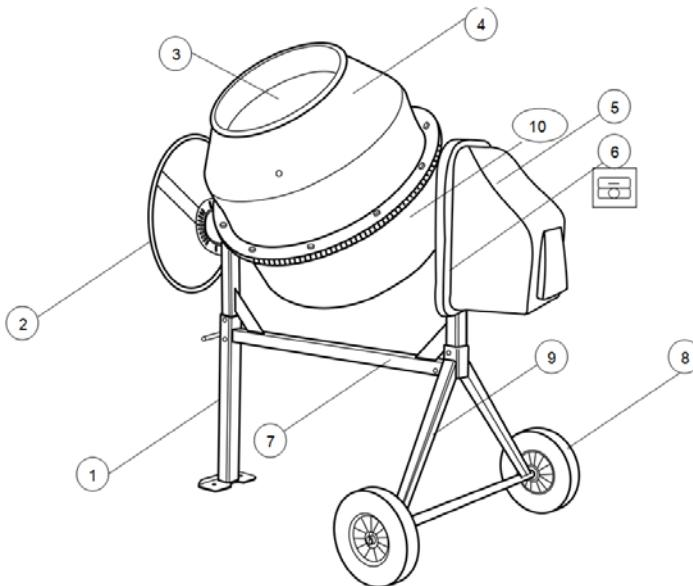

Рис.1
ОПИСАНИЕ ИНСТРУМЕНТА (рис. 1)
- Не используйте бетономешалку, если не работает выключатель (6; рис.1).
Для сборки бетономешалки рекомендуется участие 2-х человек. Распаковывая товар, убедитесь в том, что все составные части на месте. Сверьтесь со схемой агрегата на рис.1.
- 1.2. Закрутите болт M14Х30 (A; рис.2) для фиксации нижнего полубака (10; рис.1).
- 2.2. Наденьте плоскую шайбу на ось поддерживающей опоры (9; рис.1), затем наденьте колесо (8; рис.1) и еще одну плоскую шайбу.
- 3.1. Присоедините к поперечной балке (7; рис.1) переднюю опору (1; рис.1) как показано на рисунке 4.1.
- 3.4. Переверните раму и приложите опору с колесами (9; рис.1), как показано на рисунке 4. Вставьте и притяните болты.
- 4.1. Осторожно с помощью двух человек установите нижний полубак (10; рис.1) с опорной дугой на раму, как показано на рисунке.
Чтобы включить бетономешалку, нажмите зеленую часть выключателя (6; рис.1). Нажмите красную часть выключателя, чтобы выключить.